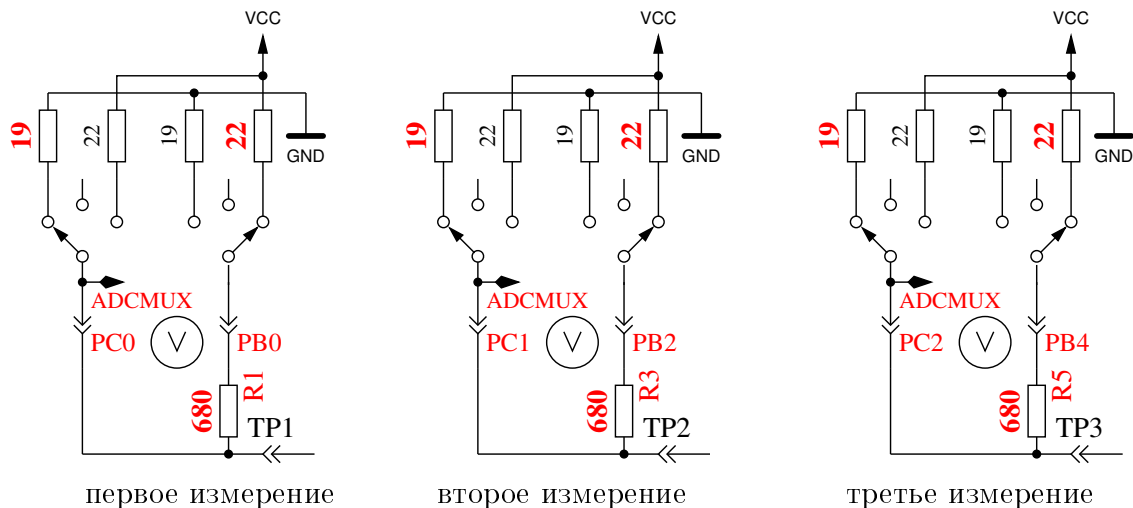

Рис. 5.66. Измерение внутреннего сопротивления порта Ц подключением выходных контактов к ГНД
8. **Измерение внутреннего сопротивления порта подключением выходных контактов к ГНД.** Этот и следующие тесты будут проведены, если выбрана опция АУТО_ЦАЛ. Внутреннее сопротивление порта Ц с выходами, подключенными к ГНД, измеряеца по току через подключенные к ВЦЦ (+5 V) резисторы $680\ \Omega$, смотри рисунок 5.66. Могут быть измерены только три вывода порта АЦП. Внутреннее сопротивление портов Б (ПБ0, ПБ2 и ПБ4) не может быть измерено без изменения аппаратных средств. Будем считать, что внутреннее сопротивление порта для различных портов практически одинаково. Величина сопротивления будет определена в следующем тесте.